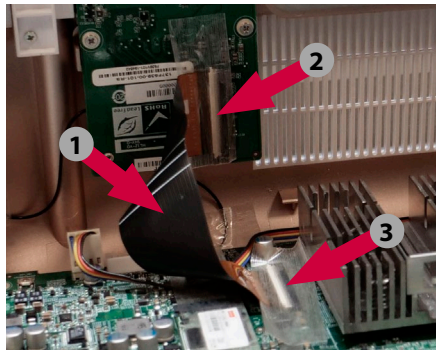
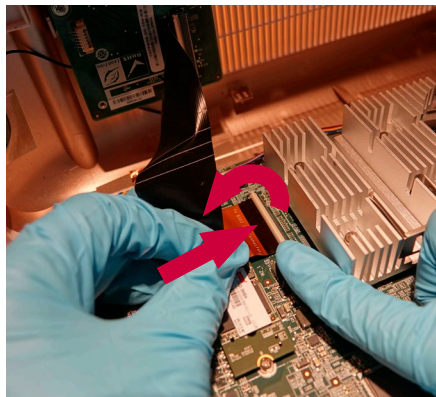

Figura 28 Posizioni del cavo FPC e dei connettori FPC.
Figura 29 Collegare il cavo FPC alla scheda principale
Ricollegare il cavo FPC alla scheda principale. Assicurarsi inoltre che il cavo sia ancora collegato alla scheda di I/O sul retro dell'alloggiamento. La figura 28 mostra la posizione del cavo FPC e dei connettori FPC.
Ricollegare il cavo FPC alla scheda principale (v. pos. 2 in Figura 28). Inserire il cavo FPC nel connettore e chiudere il blocco bianco spingendolo verso il basso (vedere Figura 29). Assicurarsi che i cavi dorati sul circuito stampato siano rivolti verso il basso e abbiano un buon contatto con il connettore.
Assicurarsi che l'estremità del cavo FPC sia completamente inserita e parallela ai connettori. Controllare che il cavo FPC sia ancora collegato correttamente alla scheda di I/O (vedere posizione 3 nella Figura 28).